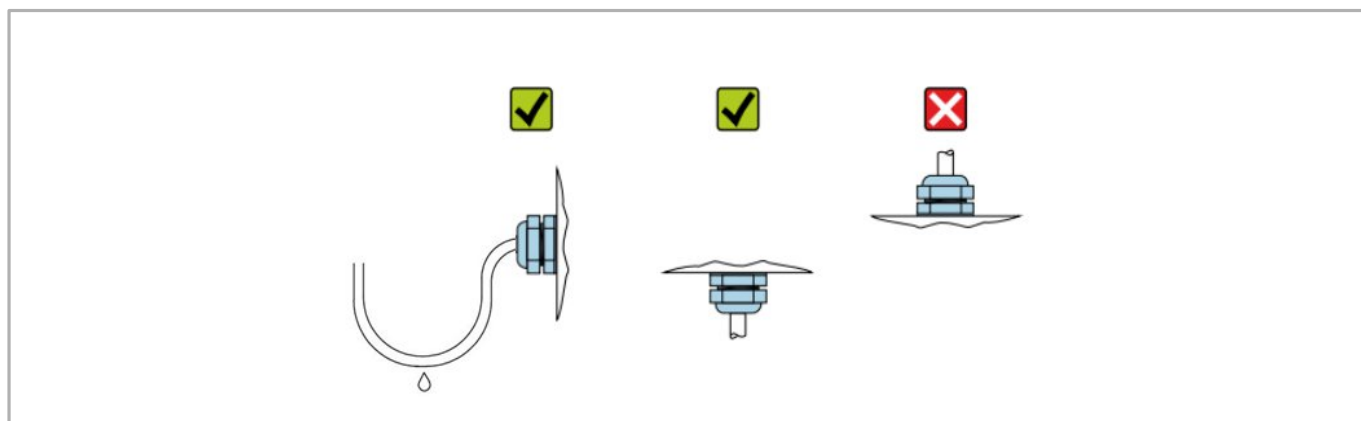

Рисунок 10 – Требования к расположению кабельного ввода
- перед вводом кабеля в кабельный ввод рекомендуется выполнить монтажную петлю или изгиб кабеля с целью дренирования конденсата (см. рисунок 10).